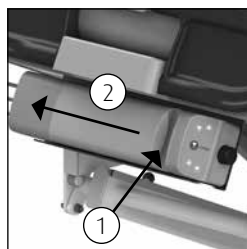

Figure 14 Batterie.
- La batterie est située à l'extrémité supérieure du brancard. (Voir la figure 14).
- Pour retirer la batterie, déverrouillez d'une main le loquet de libération (1) de la batterie, puis faites glisser la batterie vers la droite (2) (Voir la figure 14).